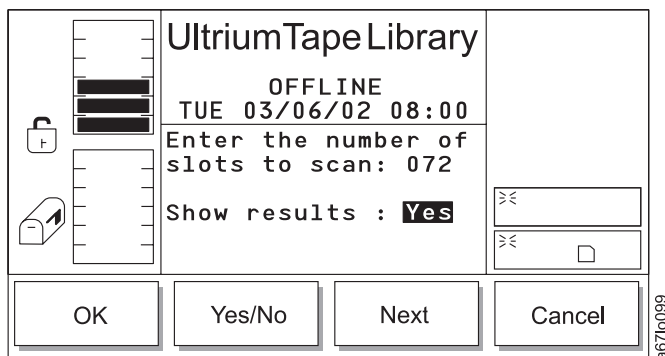

Abbildung 123. Bestätigungsdialo
- Wird **Next** ausgewählt, wird das nächste Feld in der Liste zum aktiven Feld (siehe Bestätigungsdialo in Abb. 123).
Tabelle 72. Übersetzung von Abb. 123 auf Seite 140, Bestätigungsdialog